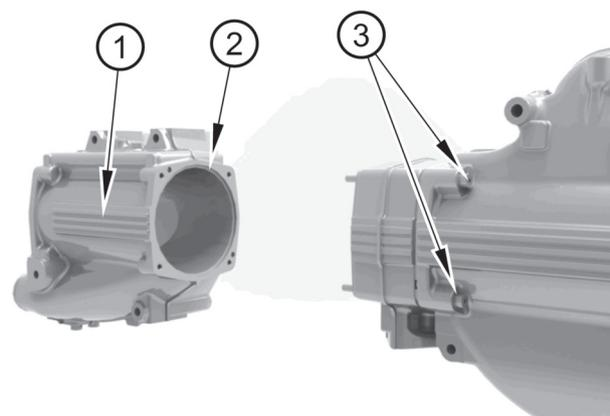

Abbildung 22
2. Lösen Sie die Schrauben (Abbildung 22, Nummer 3) und nehmen Sie die den Körper des Wärmetauschers (Nummer 1) ab. Entfernen Sie die O-Ring-Dichtung (Nummer 2).